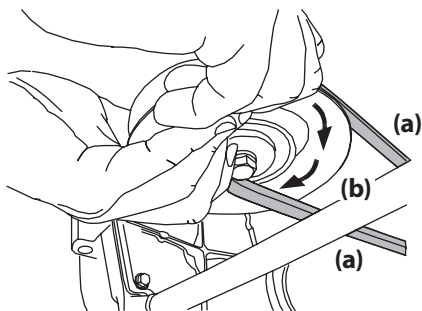

Figure 4-15
- d. Maintenez la courroie de la prise de force (a) vers le bas et continuez de tourner la poulie de la prise de force (b) jusqu'à ce que la courroie de la prise de force (a) soit complètement dégagée de la poulie de la prise de force (b). Voir Figure 4-15.
11. Tirez sur le côté droit de la courroie de la prise de force et placez le côté plus étroit en forme de « V » de la courroie de la prise de force dans la poulie de la prise de force. Voir Figure 4-15.
12. Tenez la courroie de la prise de force et la poulie de la prise de force, puis faites pivoter la poulie de la prise de force vers la gauche. Voir Figure 4-15. Continuez à tenir et à faire pivoter la poulie de la prise de force et la courroie de la prise de force jusqu'à ce que la courroie de la prise de force soit complètement enroulée autour de la poulie de la prise de force.